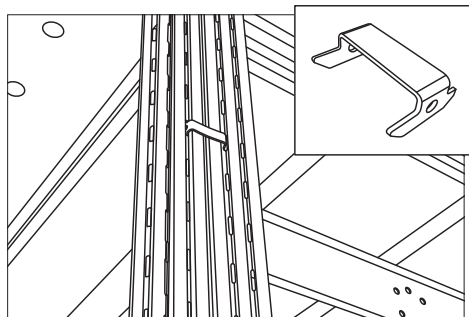

Рис. 24. Соединение секций стеллажей скобой соединительной.
3) Крепление секций с помощью скобы ТСУ соединительной. Скоба соединительная ТСУ используется для соединения стоек смежных секций стеллажей при их размещении по схеме «спина к спине» (рис. 24). Для высоты стеллажей до 2500 мм используется 1 скоба, для 3000 мм — 2 скобы, для 3500 мм и выше — 3 скобы.